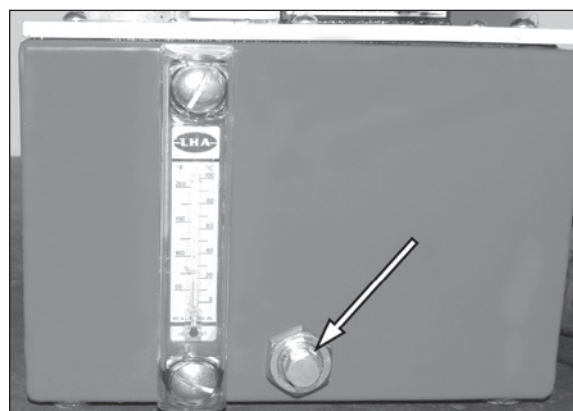

Рис. 51.
- См. рис. 51. Снимите дренажную пробку и слейте жидкость из бака.